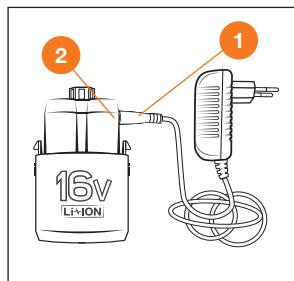
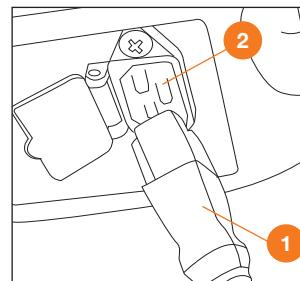

Рис. 12
Рис. 13
2. Для зарядки **DSA 6Li / DSA 9Li / DSA 12Li SET** вставьте штекер **1** зарядного устройства в разъем аккумуляторной батареи **2** (Рис. 12). Для зарядки **FA 16Li / FA 20Li** вставьте шнур сетевого адаптера **1** в разъем для зарядного устройства **2** в корпусе опрыскивателя (Рис. 13). Индикатор на зарядном устройстве загорится красным светом, и начнется процесс зарядки. Для полной зарядки аккумулятора может потребоваться до 8 часов.